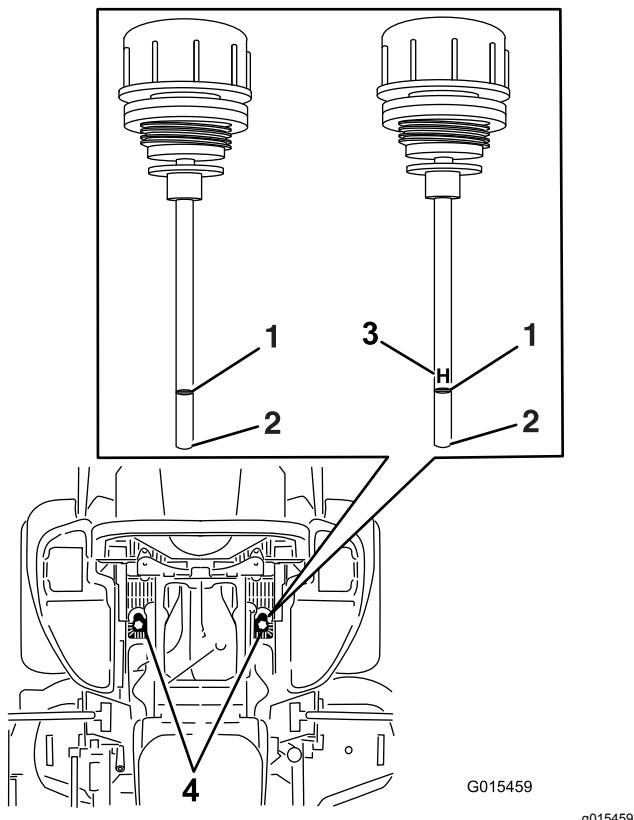

Bild 103
5. Reinigen Sie den Bereich um die Peilstabe der Hydraulikanlagenbehälter (Bild 103).
6. Nehmen Sie einen Peilstab aus dem Hydraulikbehälter heraus (Bild 103).
8. Ziehen Sie den Peilstab heraus und schauen Sie das Ende an (Bild 103).